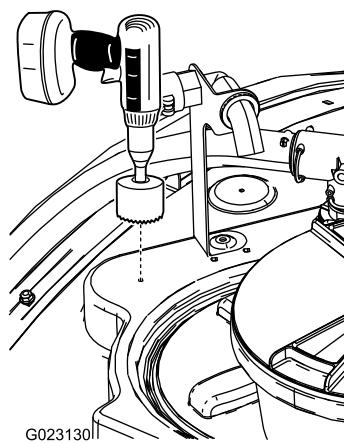

Figura 15
- Localize o local frontal na parte superior do depósito como se mostra em Figura 15.
- Utilize uma broca de 9 cm para fazer um furo na marca de perfuração (Figura 15).